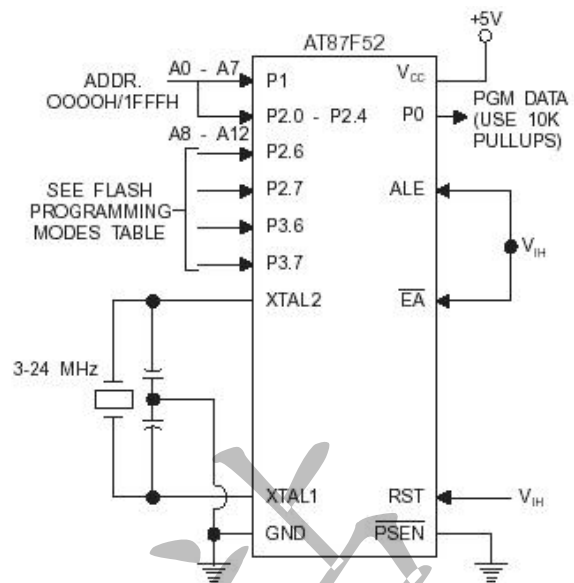

图 12 校验电路
• **程序校验:** 如果加密位 LB1、LB2 没有进行编程，则代码数据可通过地址和数据线读回原编写的数据，采用如图 12 的电路。加密位不可直接校验，加密位的校验可通过对存储器的校验和写入状态来验证。